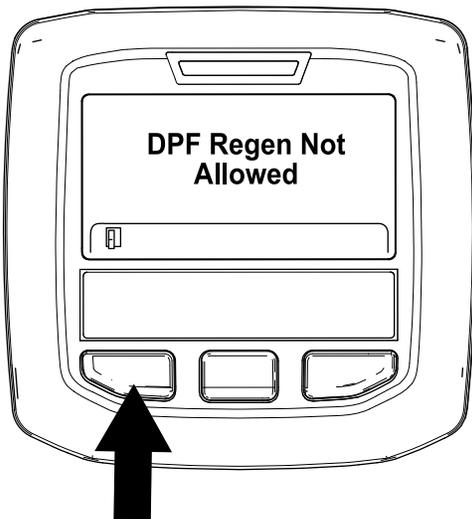

Figure 39
- Si le processus de regeneration n'est pas autorisé par l'ordinateur du moteur, le message « DPF Regen Not Allowed » (régén. FAP non autorisée) s'affiche dans l'InfoCenter (Figure 39). Appuyez sur le bouton gauche pour quitter l'écran d'accueil.